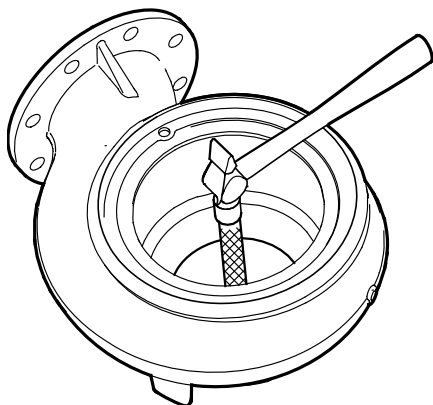

Рис. 19 Монтаж уплотнительного кольца
1. Нанесите масло на уплотнительное кольцо (46).
2. Установите уплотнительное кольцо в корпус насоса (50).
3. С помощью съёмника или деревянного бруска лёгкими ударами поставьте уплотнительное кольцо (46) на место в корпусе насоса (50). См. рис. 19.